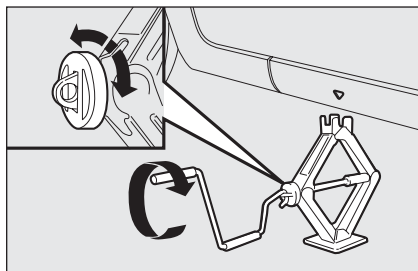
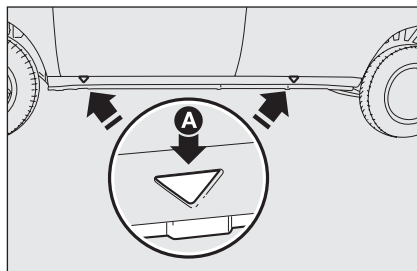

fig. 7
fig. 8
□ actionner le cric, de façon à l'ouvrir partiellement **fig. 7**, puis le placer sous le véhicule en correspondance des références **A-fig. 8** près de la roue à remplacer;